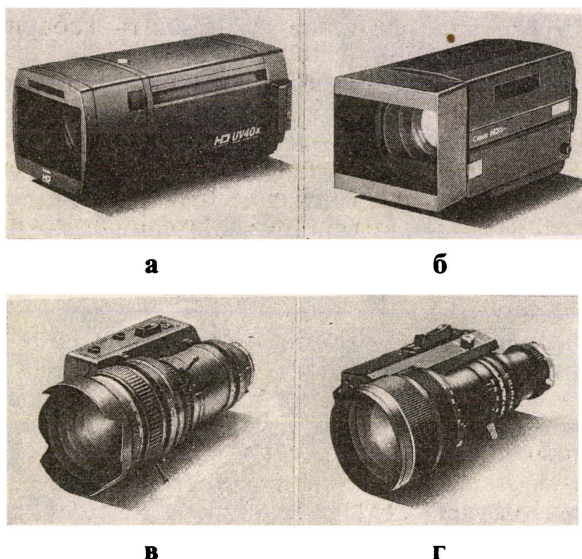

Рис. 4. Вариообъективы для телекамер ТВЧ:
□ линейка вариообъективов для 25-мм передающих трубок (размер мишени 13,95 × 7,84 мм) включает самый широкоугольный объектив HV5 × 8,5В ($2\sigma_{\max} = 86,5^\circ$), широкодиапазонный объектив UV40 × 15В ($M = 40\times$) и штатный объектив HV14 × 12,5В, который отличается от выпускавшихся ранее PV14 × 12,5 ВНД [2] меньшей массой и увеличением минимальной дистанции съемки (1,26 м вместо 0,7 м). На рис. 4 приводится внешний вид объективов UV40 × 15В, HV14 × 12,5В и HV5 × 8,5В;
□ для 18-мм передающих трубок (размер мишени 9,587 × 5,383 мм) разработаны штатный объектив HJ12 × 8,5В с постоянным относительным отверстием 1:1,7 по всему диапазону изменения фокусных расстояний (см. рис. 4, г) и широкодиапазонный объектив UV40 × 10,5В с кратностью 40× и относительно небольшой массой (19 кг);